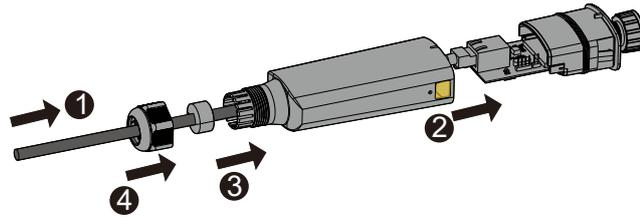

Abb. 46. LAN-Kabel durch Gehäuse führen und LAN-Stecker anschließen und Dichtung anbringen
2. Kabelverschraubung öffnen und Dichtung herausnehmen. Kabelverschraubung auf LAN-Kabel (Pos 1.) einführen und Dichtung (Pos. 3) für Kabel anbringen. (Abb. 46)
3. LAN-Kabel durch Gehäuse der Kommunikationseinheit (Pos 2.) führen und in LAN-Stecker in den LAN-Port auf der Kommunikationsplatine einstecken. (Abb. 46)